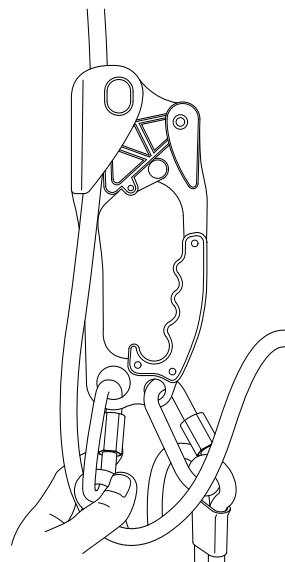

FIG. 3
4. Relâchez le bras à ressort et assurez-vous que la corde est maintenue dans la bonne position (Fig. 3)